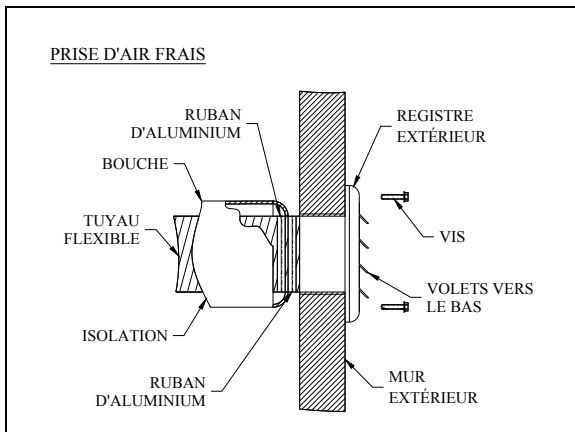
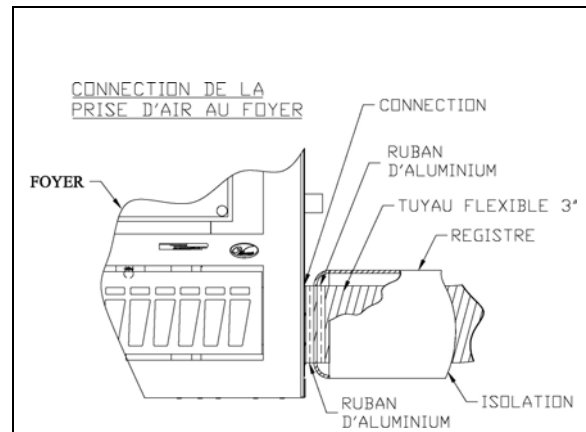

Figure 27
Figure 28
Faites un trou de 3¼ (83 mm) dans le mur extérieur de la maison à l'endroit choisi. De l'extérieur, placez la bouche d'air extérieure dans le trou (la face ouverte vers le bas) et fixez la bouche au mur à l'aide de vis tel qu'illustré (figure 27). Posez le tuyau isolé sur le tube de la bouche et sur le raccord d'air extérieur du foyer (voir figure 28). À chaque extrémité,
- 5) Attachez un tuyau flexible isolé (non inclus) à l'adaptateur (inclus) et à la terminaison extérieure (non-incluse) avec les 2 attaches ajustables (non-incluses) figure 27, 28 & 33.